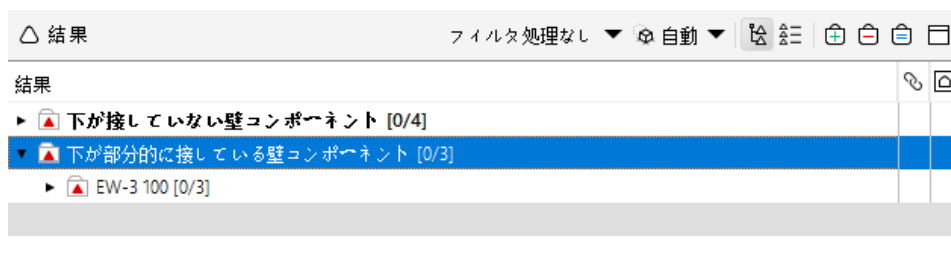
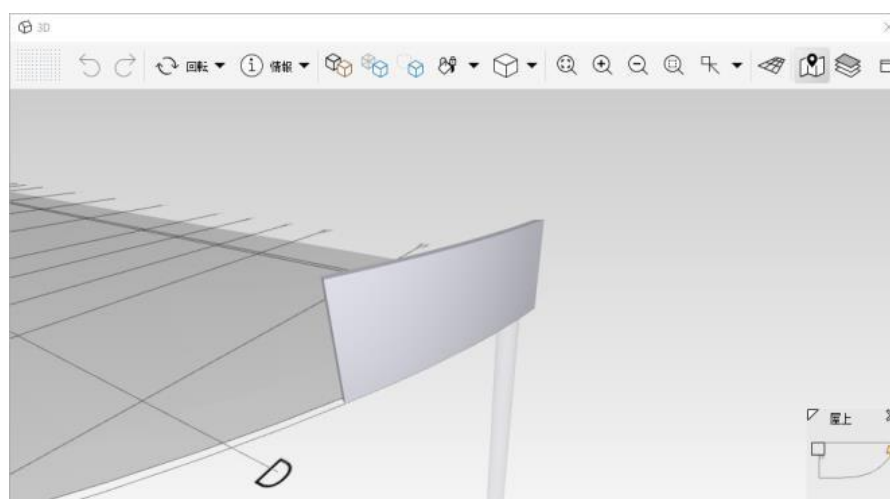

図 52. 結果の詳細
図 53. 結果を3D ビューで拡大表示
- ⑧ カテゴリー内の一つの案件を選択した場合は、案件に関連するコンポーネントのみが3D ビューに表示されます。(図 52 を参照) また、案件やカテゴリーを「ダブルクリック」すると3D ビューが関連するコンポーネントに移動し、拡大表示されます。(図 53 を参照)